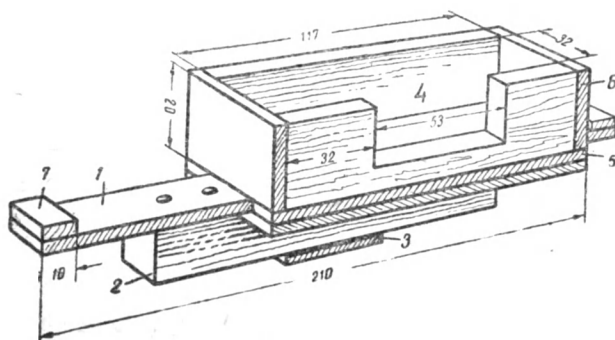

Рис. 12. Столик для стереосъемки аппаратом «Смена»
На рис. 12 изображен столик с передвижной площадкой для аппарата «Смена». Приспособление состоит из фанерной полоски (1), с нижней стороны которой прибит брусок (2) с гайкой (3) для крепления на штативе.